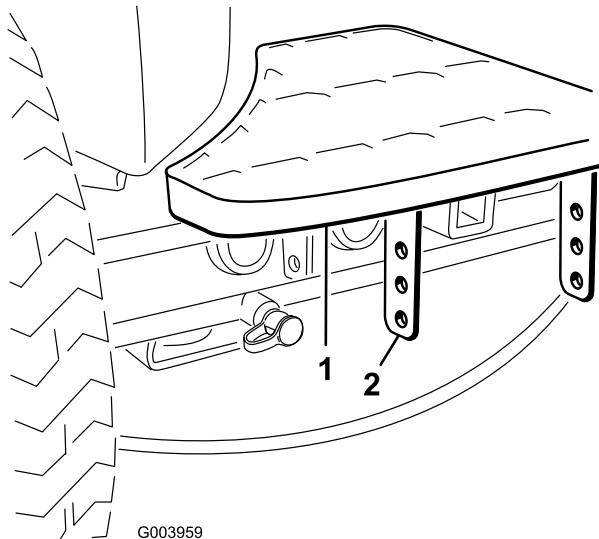

图2
1. 拆下把踏板支架固定到主机机架上的 2 个螺栓和螺母（图 2）。